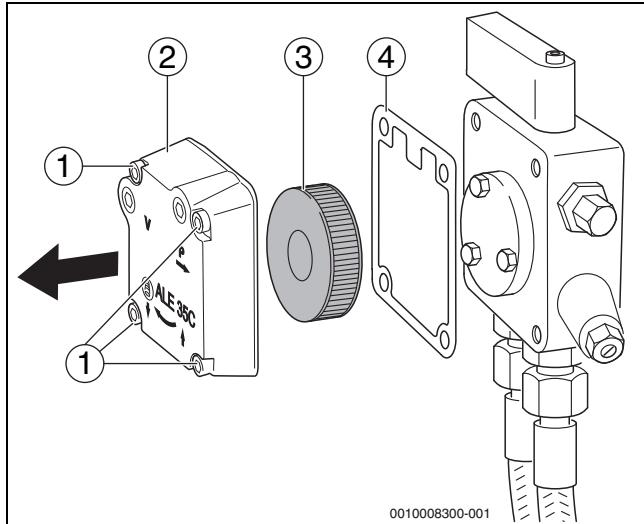

Bild 29 Ölfilter prüfen – Ölwanne Suntec
- Die vier Innensechskantschrauben (→Bild 29, [1]) lösen.
- Gehäusedeckel (→Bild 29, [2]) abnehmen.
- Ölfilter (→Bild 29, [3]) herausnehmen.
- Dichtung (→Bild 29, [4]) auf Beschädigung prüfen und gegebenenfalls austauschen.
- Ölfilter (→Bild 29, [3]) mit Waschbenzin reinigen, gegebenenfalls austauschen und wieder in die Ölwanne einbauen.